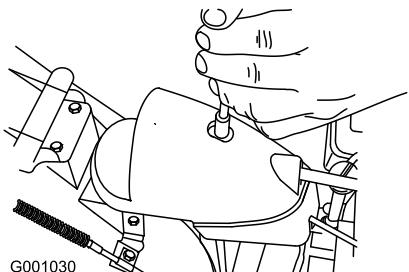

Figure 54
1. Retirez la fixation du couvercle du secteur denté (Figure 54), soulevez l'avant du couvercle et faites-le coulisser en arrière de façon à l'écartier.